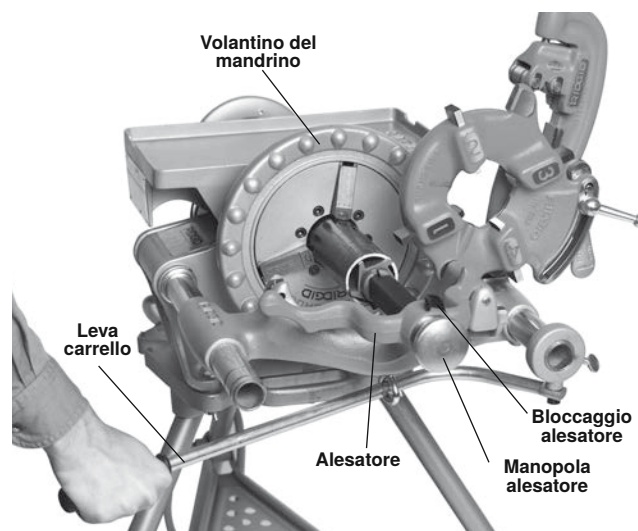

Figura 22 – Alesatura con l'Alesatore n. 341
2. Estendere l'alesatore premendo il fermo e facendo scorrere la manopola verso il tubo fino a quando imbocchi l'estremità della barra (Figura 22).